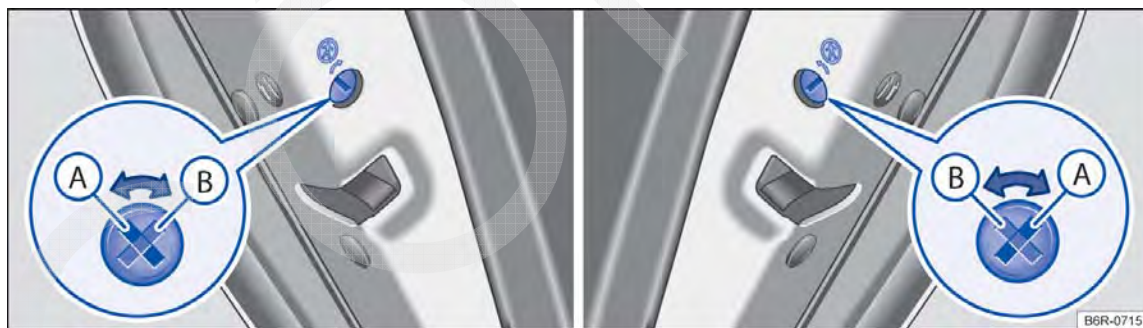

Fig. 58 Nas portas traseiras: trava de segurança para crianças (A) desacionada, (B) acionada.
- Introduzir a haste da chave na ranhura da trava de segurança para crianças para acionar ou desacionar → Fig. 58.
Posição da ranhura → Fig. 58: